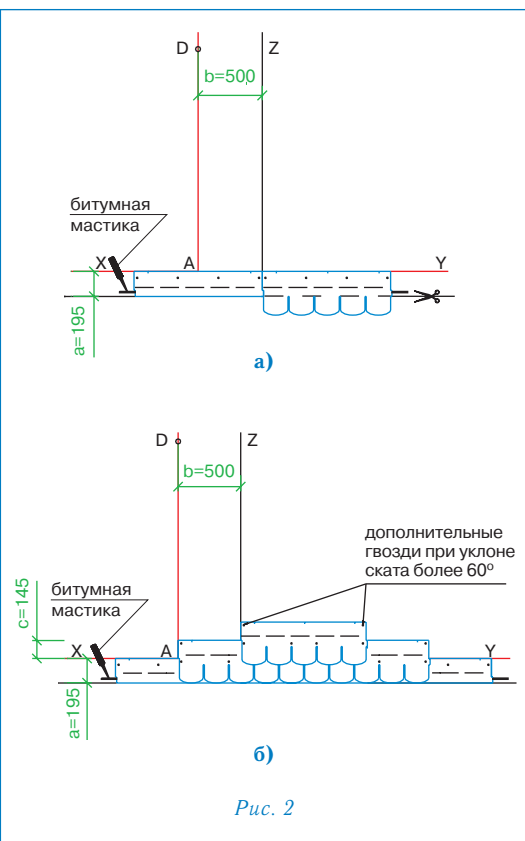

Рис. 2
Укладка материала (рис. 2)
- Начальный ряд формируется из листов черепицы ТРАДИШНЛ обрезанных по линии, образованной конечными точками вырезов. Полученные таким образом полосы шириной 19,5 см укладываются по линии карниза в обе стороны от линии Z (рис. 2а) и фиксируются по нижнему краю битумной мастикой, а по верхней кромке 4 гвоздями (ось гвоздей на 5 см ниже верхнего края полосы);
- далее первый ряд черепицы укладывается от линии AD (рис. 2б);
- второй ряд укладывается от линии Z (со смещением 50 см от AD) (рис. 2б);
Каждый лист черепицы ТРАДИШНЛ крепится 4 гвоздями (ось гвоздей на линии битумных клеевых полос) таким образом, чтобы гвоздь прошивал и верхний край нижележащего листа черепицы (рис. 2б).